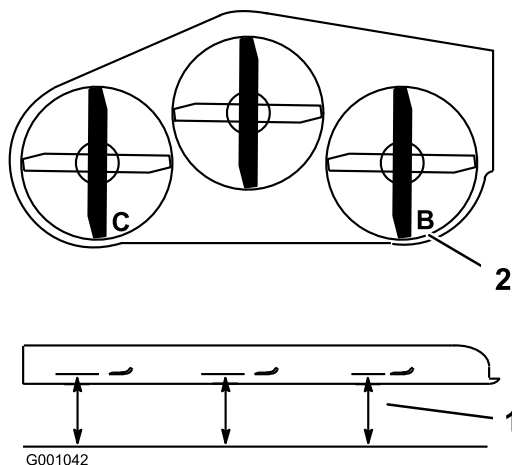

Bild 71
1. Stellen Sie das rechte Schnittmesser in Längsrichtung (Bild 71).
2. Messen Sie das rechte Messer an der Stelle **B** von einer ebenen Oberfläche bis zur Schnittkante der Messer (Bild 71).
4. Stellen Sie das linke Schnittmesser in Längsrichtung (Bild 71).
5. Messen Sie das linke Messer an der Stelle **C** (Bild 71) von einer ebenen Oberfläche bis zur Schnittkante der Messer.